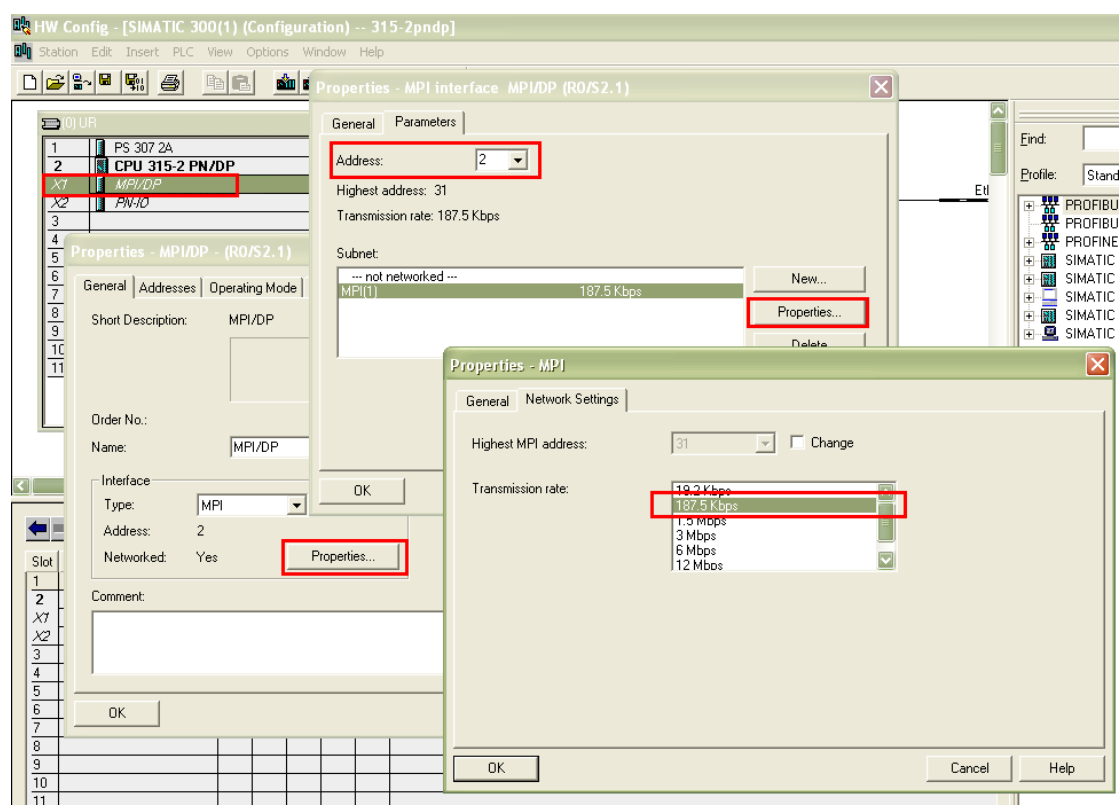

图 1.1
STEP7 设置 MPI 通讯，具体步骤不在此详述，可参考如下图 1.1 示：